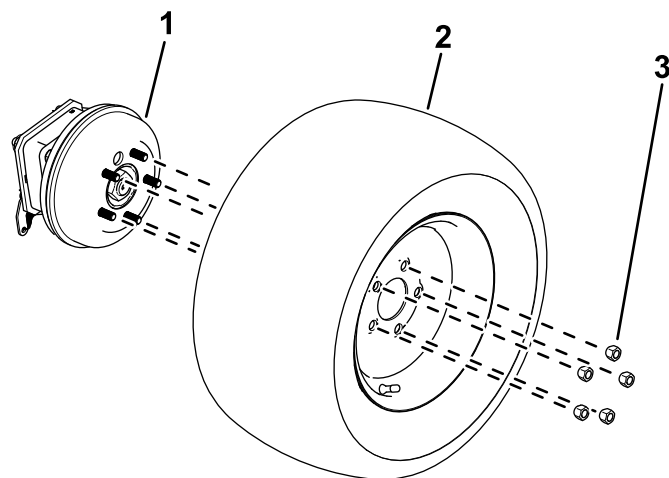

Figura 12
1. Slăbii i îndepărtai prezoanele roilor (Figura 12).
2. Îndepărtai roile de la butuci (Figura 12).
1. Utilizai piuliile îndepărtate anterior pentru a fixa anvelopele pe butucii roilor (Figura 12).